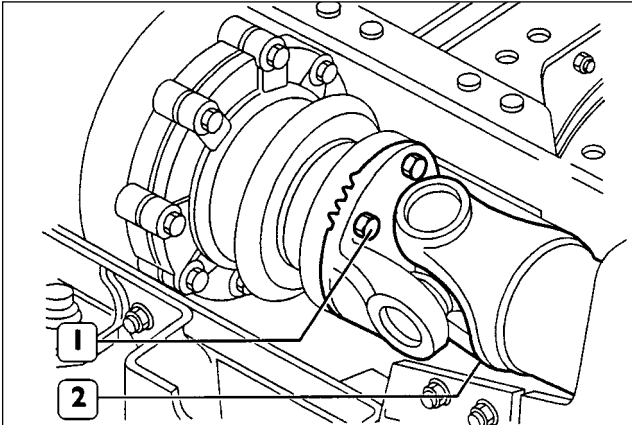
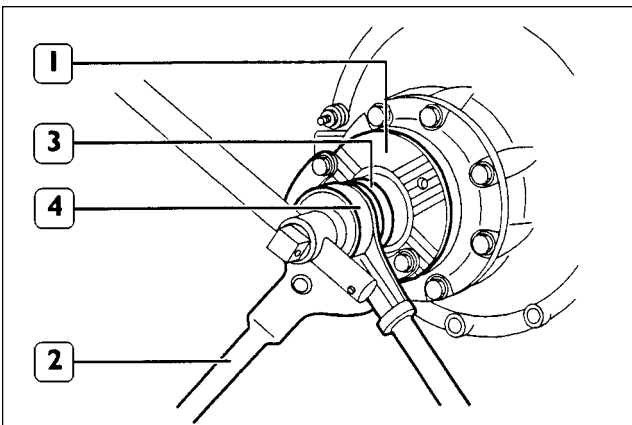

Fig. 62
Fig. 63
1. Desenroscar las tuercas de fijación (1) del árbol de transmisión a la brida de entrada del diferencial
2. Separar el árbol de transmisión (2), fijándolo al chasis. (Fig. 62)
3. Bloquear la rotación de la brida (1) mediante **Herramienta CT03** (2).
4. Con llave (3) y el multiplicador (4) y la **Herramienta CT02** aflojar la tuerca para piñón cónico y desenfundar la brida (1). (Fig. 63)